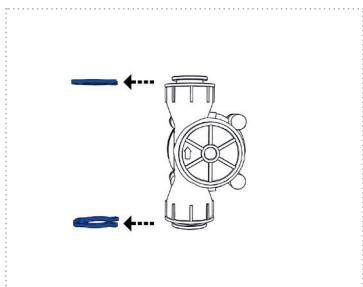
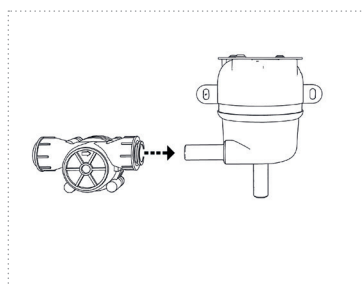
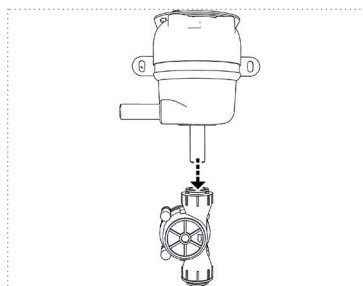

Abbildung 10
Abbildung 11a
Abbildung 11b
4. Entfernen sie die Sicherungsringe am Durchflusssensor (*Abbildung 10*). Je nach, Installationswunsch schieben sie den den Durchflusssensor auf den Wasseranschluss „IN oder „OUT“ des Reaktors (*Abbildung 11a und Abbildung 11b*).